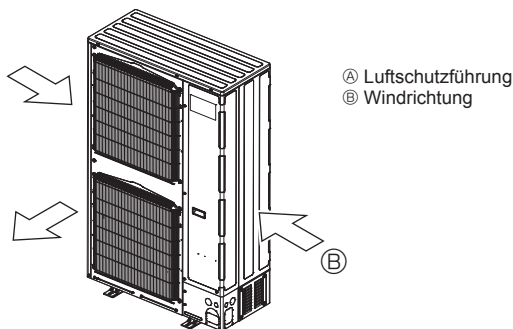

Fig. 2-18
- ③ Bringen Sie die Anlage so an, dass die Abluft aus der Luftaustrittsöffnung im rechten Winkel zu derjenigen Richtung geführt wird, aus der saisonal bedingt starker Wind bläst. (Fig. 2-18)